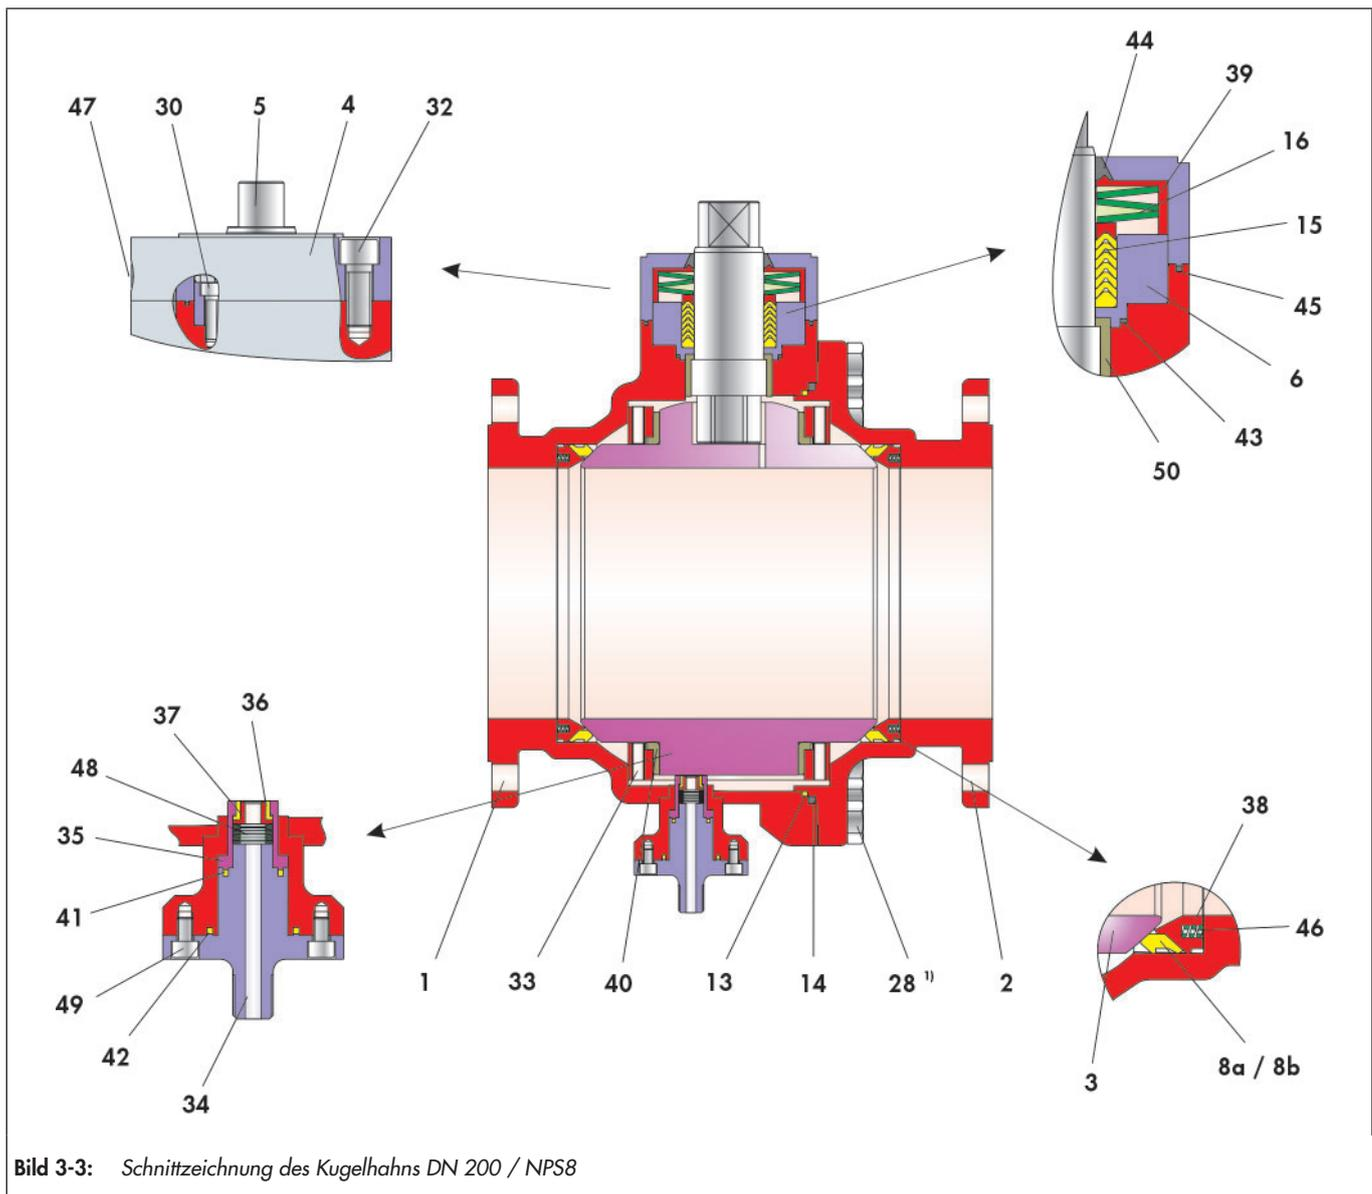

Bild 3-3: Schnittzeichnung des Kugelhahns DN 200 / NPS8
Die in Bild 3-3 dargestellte Lage und Anordnung der Einzelteile ist bei der Montage einzuhalten.
- ⇒ Ring (43) in die Packungsbuchse (6) einsetzen.
- ⇒ Packungsbuchse (6) mit Dachmanschettenpackung (15) füllen. Anordnung der V-Manschetten vgl. Bild 3-3.
- ⇒ Vormontierte Packungsbuchse mit einer leicht drehenden Bewegung ohne große Kraft über die montierte Schaltwelle (5) schieben.
- ⇒ Packungsbuchse mit Schrauben (30) gleichmäßig und wechselseitig verschrauben.
- ⇒ Tellerfedersatz (16) auf die Dachmanschettenpackung (15) legen. Anordnung der Tellerfedern vgl. Bild 3-3.
- ⇒ Buchse (39) über die Schaltwelle (5) schieben, so dass sie auf den Tellerfedern (16) aufliegt und diese zentriert.
- ⇒ Kohlegraphitring (44) vorsichtig über die Schaltwelle (5) bis auf die Buchse (39) schieben.
- ⇒ Kohlegraphitring (45) in die Nut des Stopfbuchsflansches (4) einlegen.
- ⇒ Stopfbuchsflansch (4) über die Schaltwelle (5) auf das Grundgehäuse (1) aufsetzen.
- ⇒ Schrauben (32) leicht einfetten.
- ⇒ Stopfbuchsflansch (4) mit den Schrauben (32) justieren und gleichmäßig und wechselseitig anziehen.
- ⇒ Optionale Verschlusschraube (47) einschrauben.